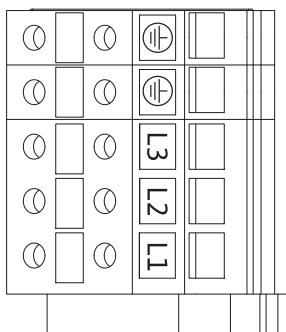

Fig. 28: Effektklemmer (nettklemmer)
- Effektklemmer (nettkoblingsklemmer) (fig. 28)